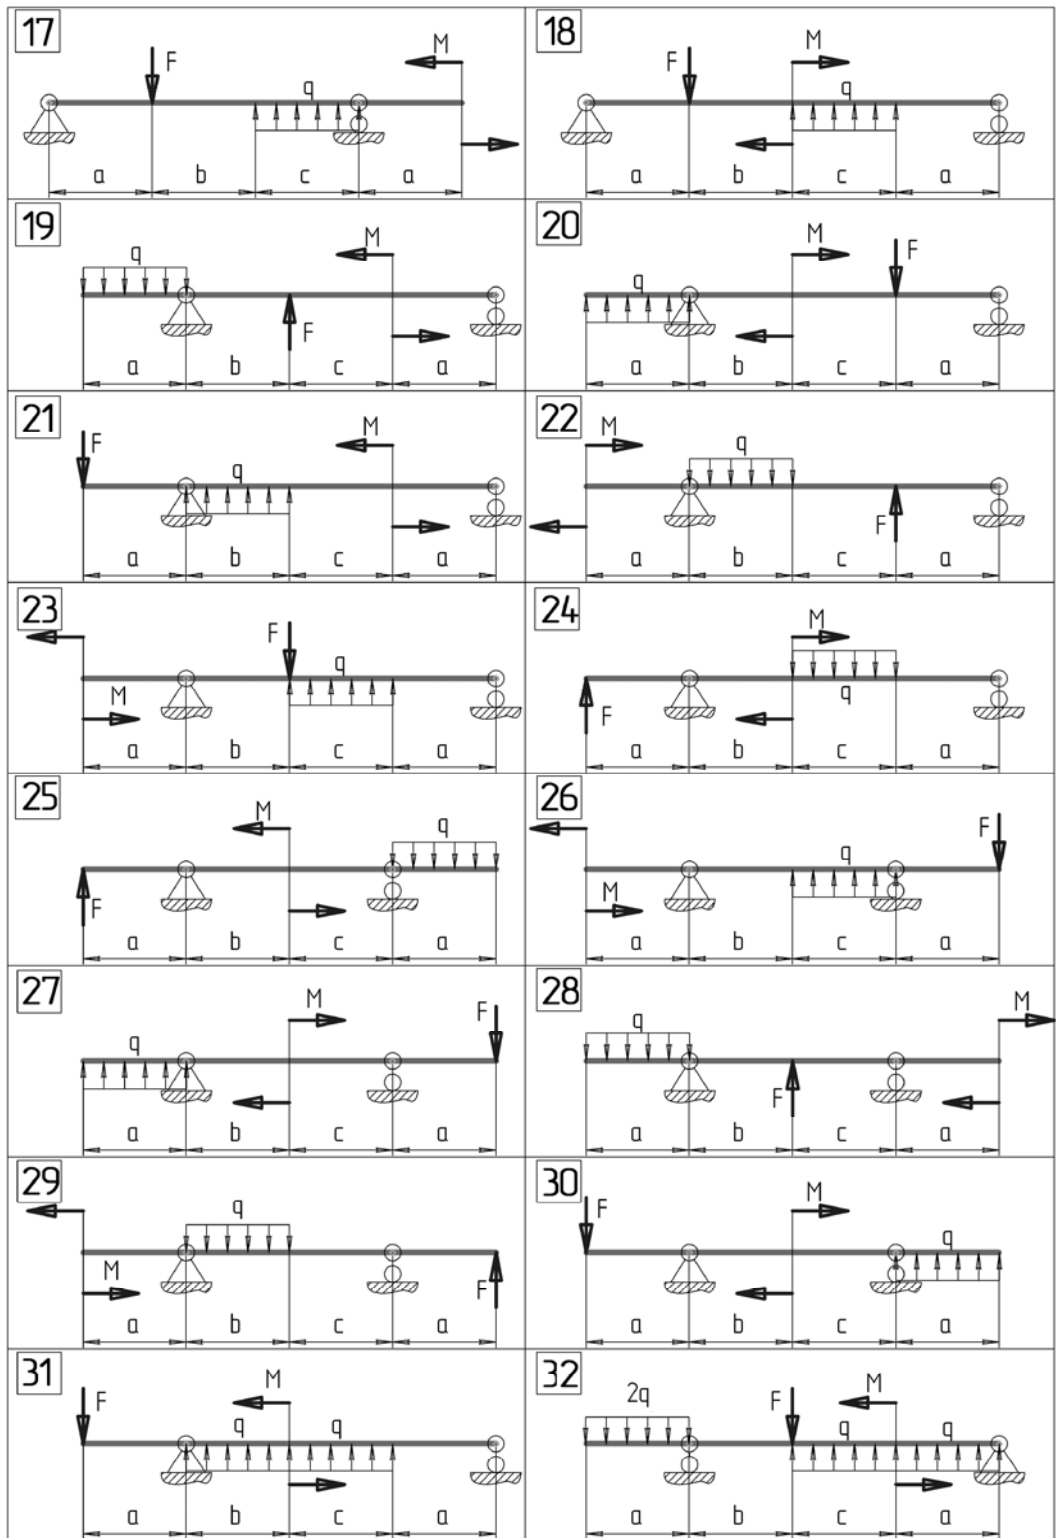

Рис.4. Схема нагружения балки на опорах
**Задание 4.** Из условия прочности подобрать поперечное сечение балки на двух опорах в виде двутавра. Вычислить действительные нормальные и касательные напряжения, построить их эпюры для опасного сечения балки. Определить прогиб по середине длины балки и углы поворота на опорах. Схема нагружения балки показана на рис.4. Данные для расчетов приведены в табл. 1